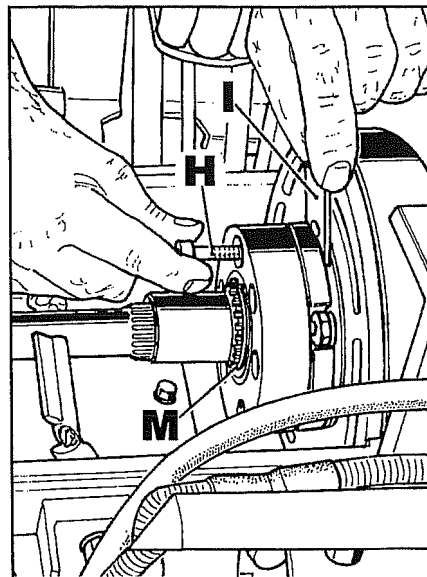
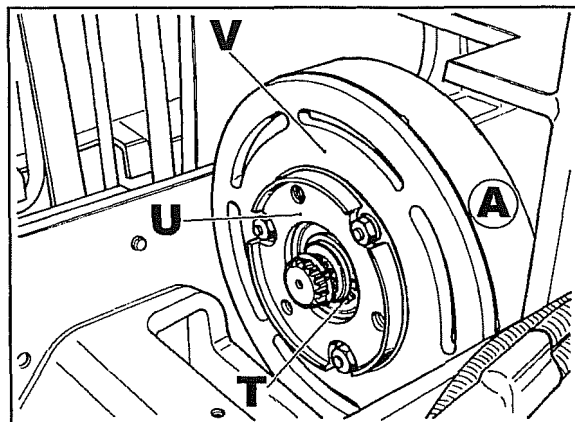
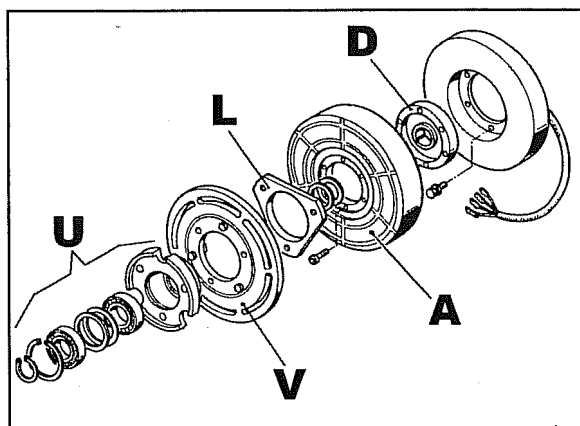

Fig. 9
Fig. 11
Fig. 14
- 6.2 In caso l'usura abbia portato la distanza dei dischi almeno a **1,6 mm**, effettuare lo spessoramento allentando le tre viti **H** fig. 9 quindi sfilando una vite alla volta, interporre i distanziali **I** come mostra la figura stessa. I distanziali **I** hanno spessore di 1 mm.
Nota - Nel caso vi fossero attriti o che risultasse impossibile inserire gli spessori, occorre smontare la frizione e abbassare la flangia **L** fig. 14.
8. Togliere le viti **H** fig. 9 quindi togliere il seeger **M**.
9 Togliere il seeger **T** fig. 11 quindi sfilare il mozzo portacuscinetti **U** completo del disco **V** e la flangia **L** fig. 14.
11 Sfilare il disco **A** fig. 11.
La fig. 14 illustra i componenti della frizione elettromagnetica.
Quando nell'intervento precedente vengono sostituiti i dischi **V** e **A** fig. 14 o la flangia **D** in seguito ad un eventuale rottura della chiavetta, occorre effettuare lo spessoramento dei dischi operando come segue:
- Riasssemblare il mozzo porta cuscinetti **U** fig. 14 con il disco **V** e la flangia **L**. Eliminare eventuali distanziali utilizzati in precedenti registrazioni (**I** fig. 9).